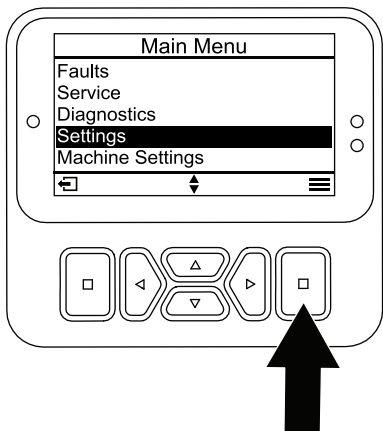

Bild 28
1. Blättern Sie vom HAUPTMENÜ zum Menü EINSTELLUNGEN und drücken Sie die Auswahlstaste (Bild 28).